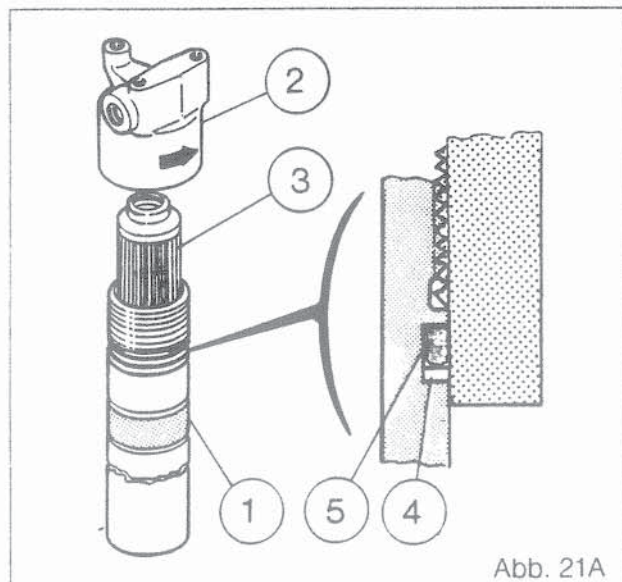

Abb. 21A
- Topf 1 abschrauben und das Filterelement 3 abnehmen, gut abtropfen lassen und aussondern (Abb. 21A).